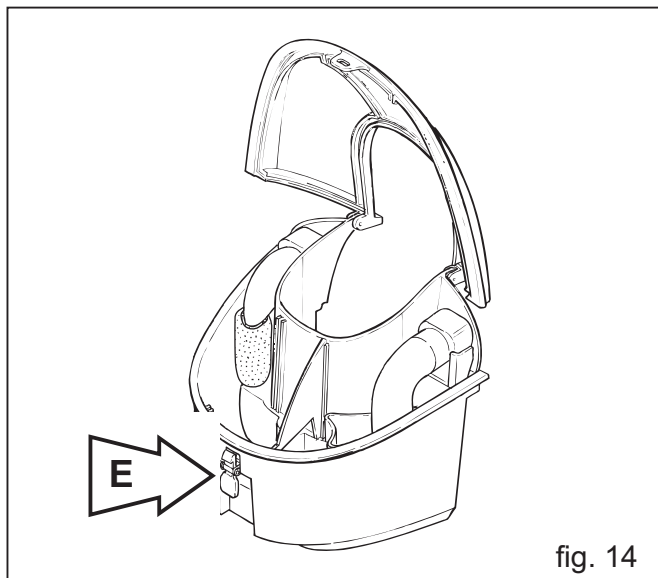

fig. 14
- Tourner le crochet **E** (fig. 14) vers l'extérieur pour débloquer le couvercle; ensuite soulever le couvercle du réservoir.